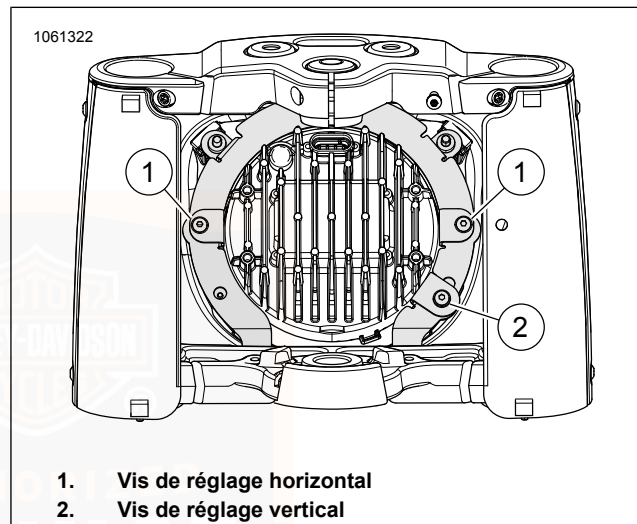

Figure 83. Réglage du phare
1. Voir Figure 83. Tourner la vis de réglage horizontal (1). Régler le phare vers la gauche ou vers la droite pour diriger le faisceau lumineux droit devant.
2. Tourner la vis de réglage vertical (2). Régler le phare verticalement jusqu'à ce que le faisceau soit centré sur la ligne horizontale.